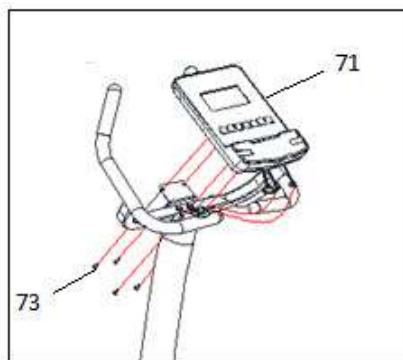

Fig.9
Esto lo conseguirá roscando más o menos el pie regulable (51), Fig.9.